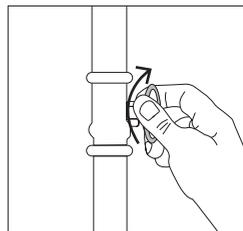

Fig. 14
1. Desligue a energia e feche o registro de vazão da água [Fig. 14].